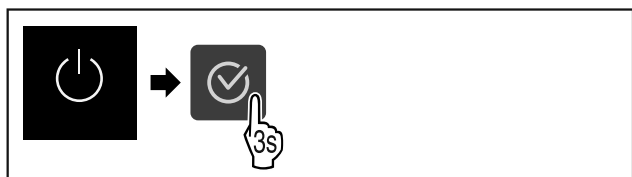

Fig. 62
► Suivre les étapes (voir Fig. 62) .